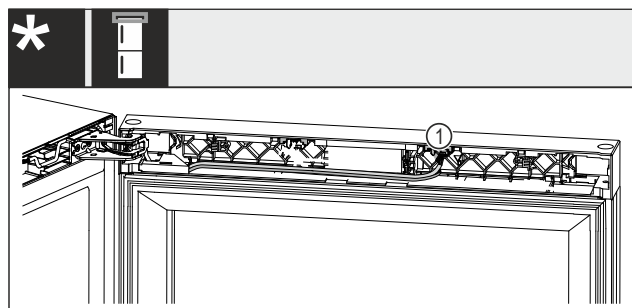

Fig. 25 Combiné compartiment à vin/congérateur*
- Retirer avec précaution le connecteur Fig. 25 (1) du logement.*